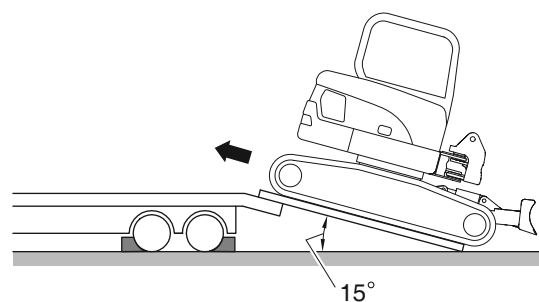

Figura 5
7. No es necesario desmontar la unidad para el transporte rutinario por carretera. Si el brazo de grúa y el mango de la cuchara tienen que desmontarse, se concentrará más peso en la parte trasera de la máquina. Para introducir la excavadora dentro del remolque, haga que el extremo de contrapeso de la máquina sea el primer elemento en colocarse sobre la rampa. Consulte Figura 5.